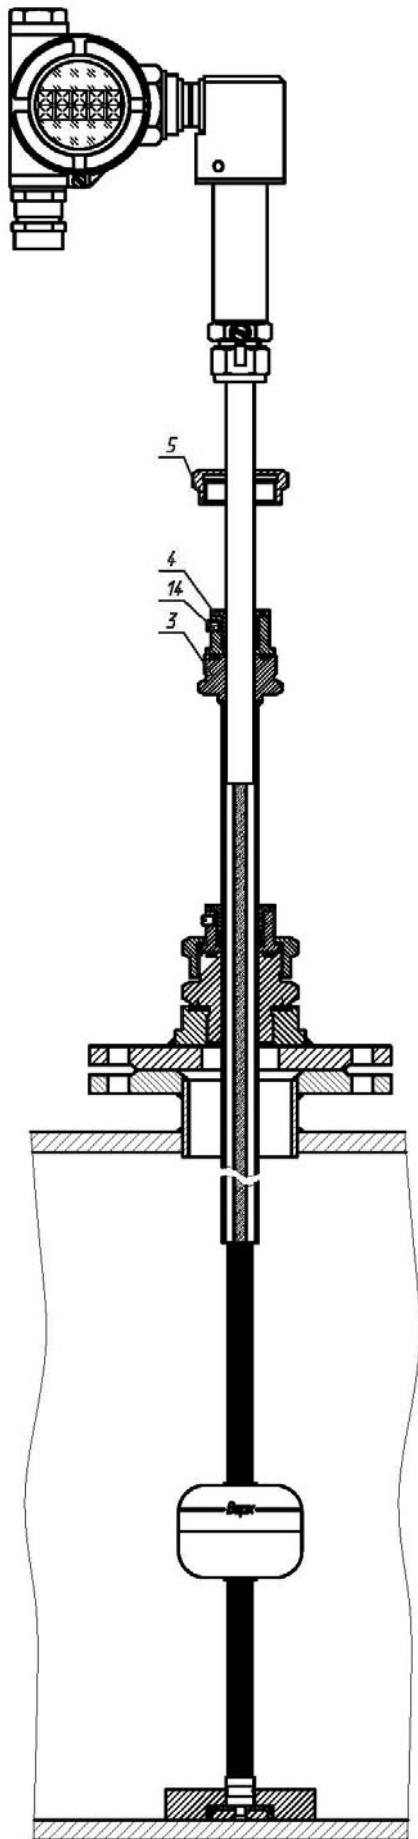

Рисунок 16. Натяжение измерительного элемента ПЛП в сборе с БИВ
3.6.25 Когда конец измерительного элемента упрется в нижнюю часть внешнего корпуса (начнет отпружинивать), опустите втулку в сборе (4) на ответную часть внешнего корпуса (3), придерживая при этом корпус ПЛП (2) так, чтобы во время этой операции измерительный элемент не упирался в дно внешнего корпуса (3) (см. рис. 16).
3.6.27 Надежно закрепите втулку (4), затянув установочные винты (3 шт.) (14) при помощи торцевого ключа (входит в комплект поставки) рис. 16.